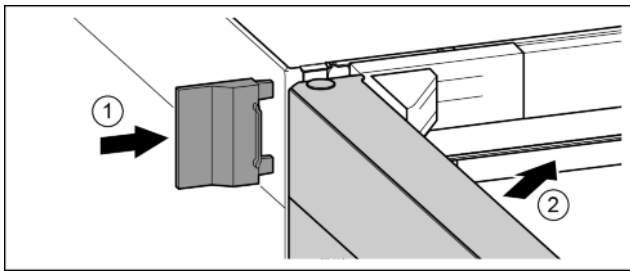

Fig. 25
- ▶ Tolja fel a külső fedelet. Fig. 25 (1)
- ▶ Csukja be a felső ajtót. Fig. 25 (2)